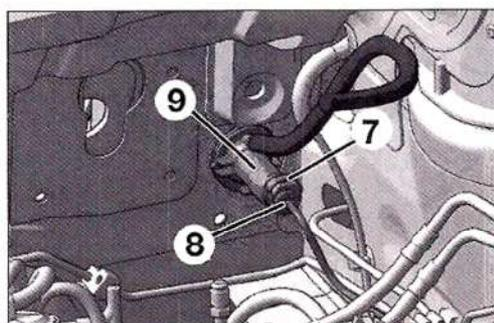

FIG. 6
- Separar la grapa (7) y el tubo (8) (Fig.6)